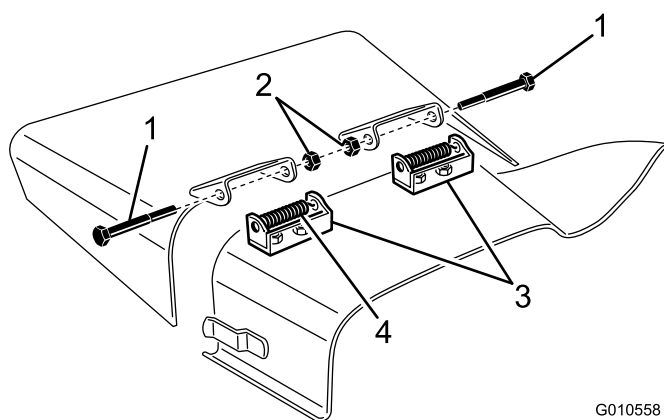

Figura 27
2. Retire las 2 pernos, las contratuercas y los muelles que sujetan los soportes del deflector a los soportes de pivote (Figura 27).
3. Para retirar los soportes de pivote, retire los pernos de cuello cuadrado y las tuercas (Figura 27).